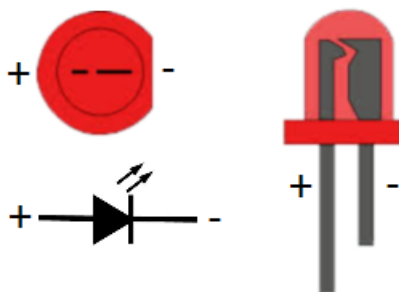

Figura 2: Conexión LED.
- Construya el circuito en el *protoboard* usando la fuente de voltaje en 5 V, escoja la resistencia superior más cercana a la calculada. El LED no encenderá si es conectado de forma incorrecta considere los pines indicados en la figura 2.